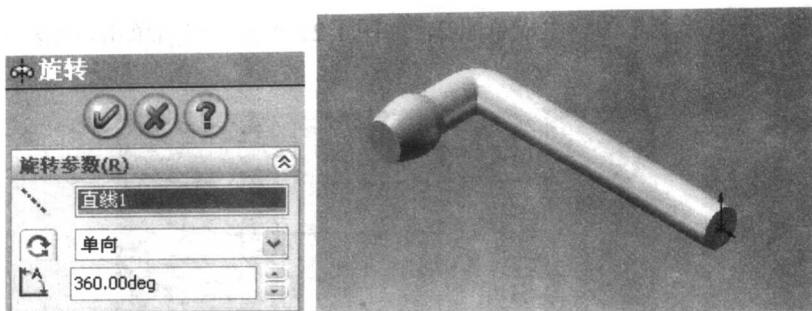

图 1-26 “旋转”属性管理器和旋转效果
(6) 单击特征工具栏中的“旋转凸台/基体”工具按钮()，打开“旋转”属性管理器，进行旋转设置并得到旋转效果，如图1-26所示。